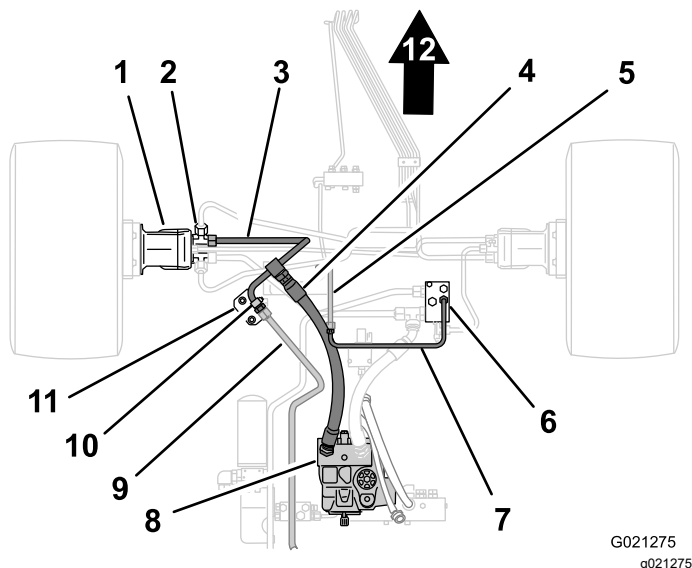
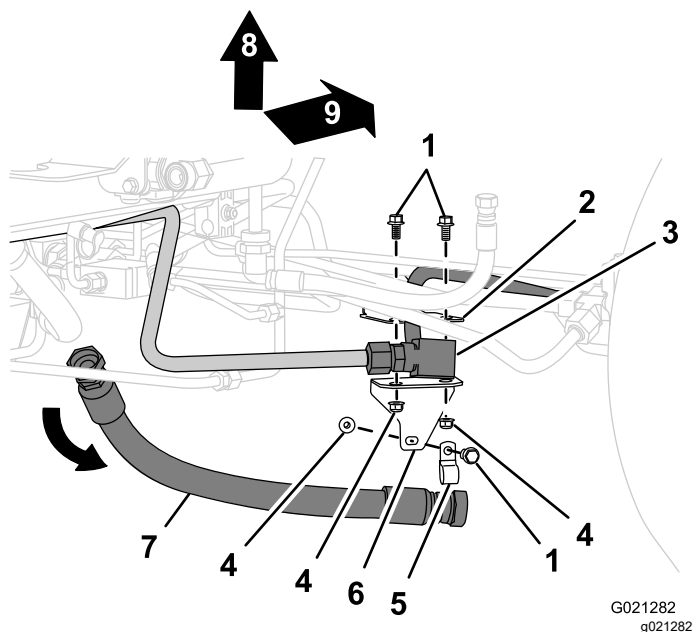

Figura 2
Figura 3
1. Coloque un recipiente debajo del extremo delantero de la manguera de presión (Figura 2).
2. Retire el extremo delantero de la manguera de presión del acoplamiento del tubo del divisor, y deje que se drene el aceite hidráulico de la manguera y del tubo (Figura 2).
3. Retire el extremo trasero de la manguera de presión del acoplamiento de la bomba hidráulica, y retire la manguera de presión (Figura 2 y Figura 3).
2. Retire la tuerca del tubo transversal del acoplamiento del distribuidor de tracción trasera (Figura 2).
3. Retire la tuerca del tubo del filtro del acoplamiento del tubo transversal, y retire el tubo transversal (Figura 2).
1. Retire el perno y la tuerca que sujetan el tubo del divisor al soporte del tubo, y retire la abrazadera (Figura 3).
2. Retire los 2 pernos y las 2 tuercas que sujetan el soporte del tubo al soporte del chasis (Figura 3).
2. Retire la tuerca del tubo del divisor del acoplamiento en T del motor de tracción delantero izquierdo, y retire el tubo de la máquina (Figura 2).